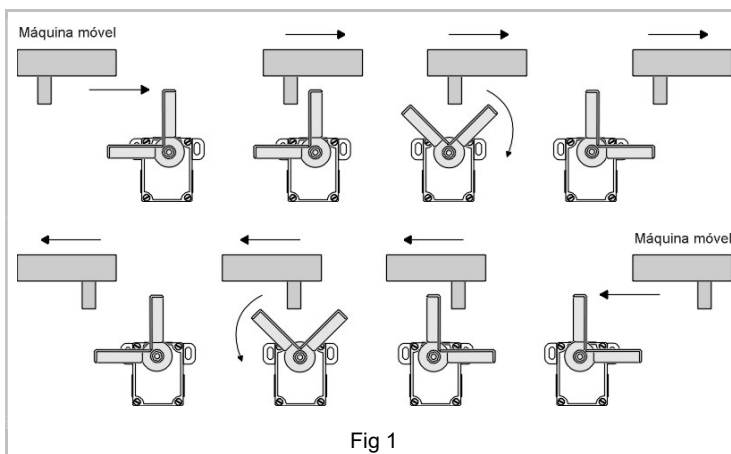

Fig 1
- As chaves funcionam como “comutadores” de posição: A parte móvel do equipamento deve ter um batente que desloca a alavanca da chave para a direita ou esquerda (Fig. 1).